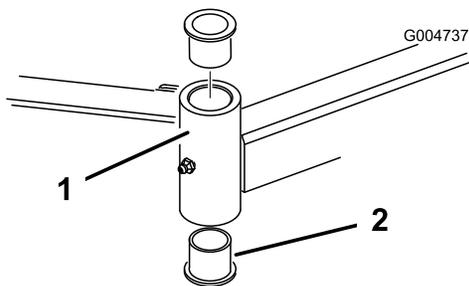

Figura 105
4. Inserte un botador fino en la parte superior o inferior del tubo de montaje y dé golpes hasta retirar el casquillo del tubo (Figura 105). Retire también el otro casquillo del tubo. Limpie el interior de los tubos para eliminar toda suciedad.